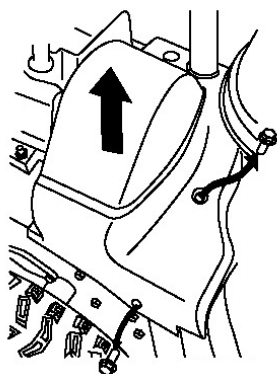

Рисунок 37.
2. Поднимите правую сторону крышки ремня (Рис. 37)